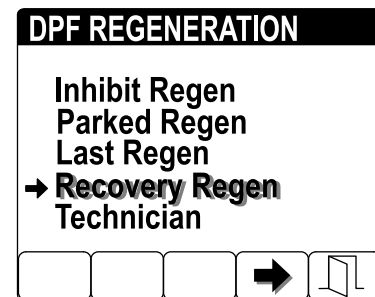

Рисунок 64
1. Перейдите к меню DPF Regeneration (Регенерация DPF) и нажмите кнопку 1 или 2 для прокрутки вниз к опции PARKED REGEN (СТАЦИОНАРНАЯ РЕГЕНЕРАЦИЯ) или к опции RECOVERY REGEN (ВОССТАНОВИТЕЛЬНАЯ РЕГЕНЕРАЦИЯ) (Рисунок 64).